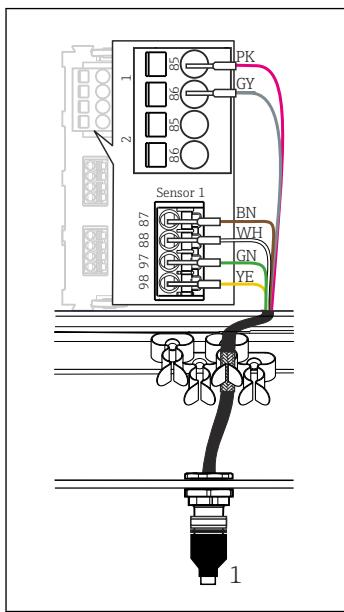

图 26 M12 插头连接（例如在传感器模块上）
选择此类接线方式的设备出厂前已经完成相应的接线操作 (→ 图 26)。
▶ 将传感器电缆连接头（→ 图 26 部件 1）直接插入至 M12 插座中。